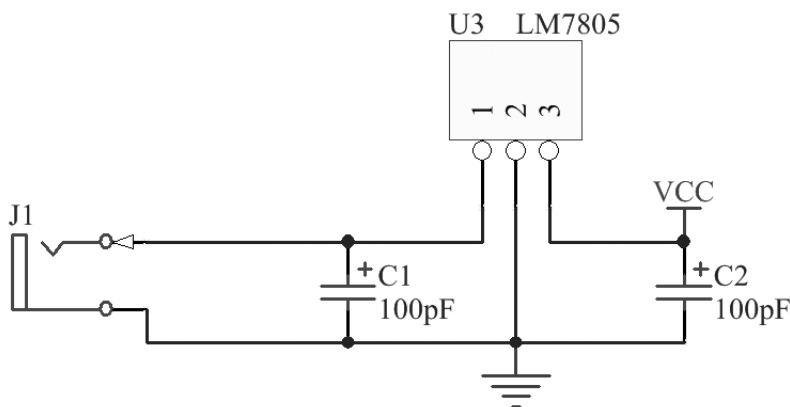

图 15-27 完成连线后的电源模块电路子原理图
3) 设置各元件属性，然后合理布局，最后进行连线操作。完成连线后的电源模块电路子原理图如图 15-27 所示。单击“原理图标准”工具栏中的（保存）按钮，保存原理图文件。